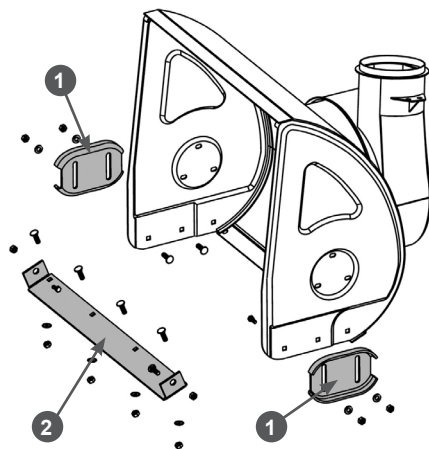

Рис. 45 Обслуживание кожуха шнеков
1. Открутите гайки, извлеките болты крепления ползков 1 (Рис. 45) и снимите ползки с кожуха шнеков.
2. Переверните ползки на 180 градусов или установите новые ползки и закрепите их четырьмя болтами и гайками (Рис. 45). Перед окончательной затяжкой гаек отрегулируйте высоту забора снега.
Для наглядности на Рис. 45 кожух шнеков показан без шнеков, редуктора и валов.
1. Открутите гайки, извлеките болты крепления и снимите нижнюю накладку 2 с кожуха шнеков (Рис. 45).
2. Установите новую нижнюю накладку и закрепите ее болтами и гайками (Рис. 45).